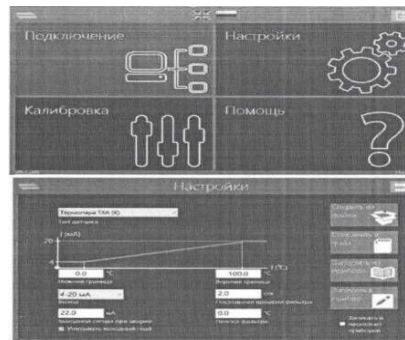

Рис. 4. Окна конфигуратора НПТ
Конфигурирование преобразователя температуры ОВЕН НПТ-1 осуществляется в следующей последовательности: для запуска программы необходимо на рабочем столе *Windows* дважды щелкнуть курсором мыши по соответствующему ярлыку (Конфигуратор НПТ). При корректном подключении преобразователя к ПК появится сообщение о подключенном СОАТ-порте (по умолчанию СОЛ/6), после чего появится стартовый экран конфигуратора (рис. 4);
В появившемся окне настроек параметров (рис. 4б) можно сделать следующее:
- задать границы преобразования температуры в токовый сигнал (см. окна «Нижняя граница» и «Верхняя граница»), В примере, представленном на рис. 4б, значению температуры  $0^{\circ}\text{C}$  будет соответствовать ток 4 мА, а значению температуры  $100^{\circ}\text{C}$  - ток 20 мА;